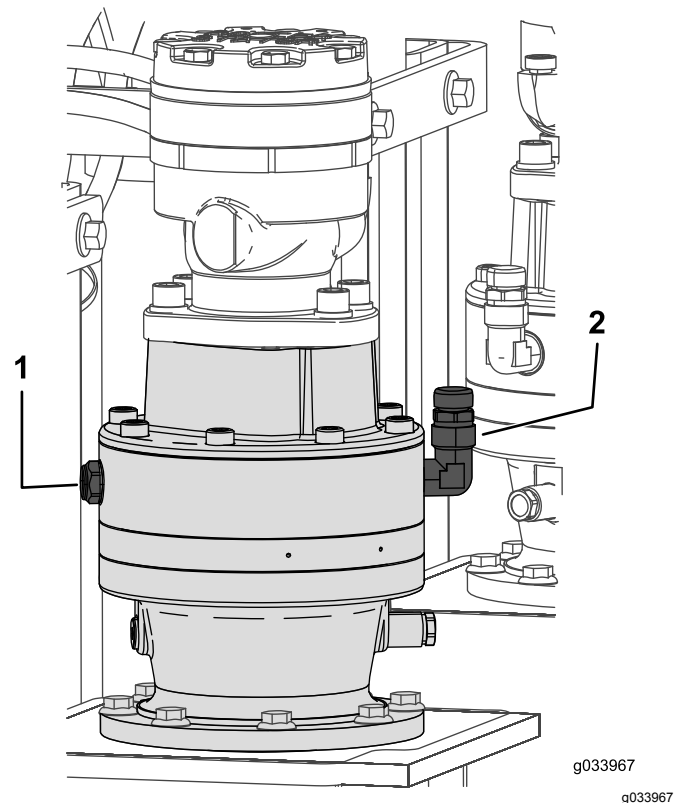

Figura 102
1. Verifique o nível de óleo pelo visor de nível de cada um dos comandos planetários do sistema de ancoragem (Figura 102).
2. Remova a tampa do respiro e adicione o óleo no comando planetário até o nível atingir, pelo menos, metade do visor de nível (Figura 102).